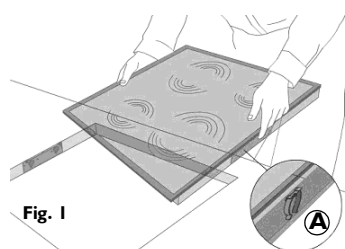

Fig. 1
- Coloque os 4 grampos (A), caso ainda não estejam colocados, no aro da placa, no respectivo lugar. Consulte a Fig. 1